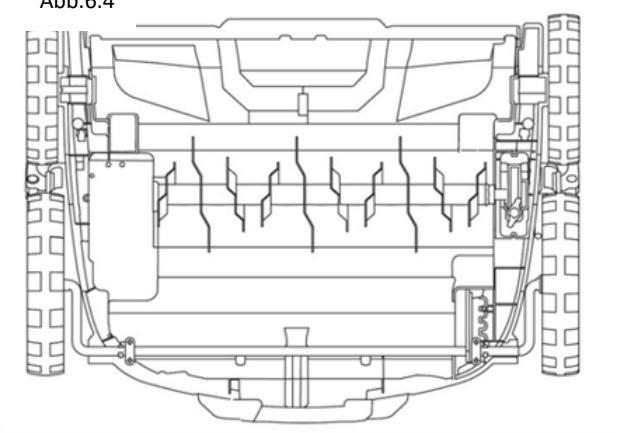

Abb.6.5
6. Verwendung Belüfterwalze (Abb. 6.5)
- Setzen Sie das Lüfter-Klingensystem ein, indem Sie den Vorgang des Entfernens des Vertikalklingensystems umkehren (Abb. 6.5).